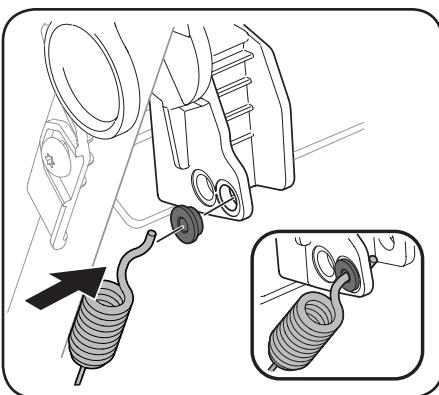

Figure 4-5
- Remplacez le coussinet dans le trou inférieur. Rattachez le câble en le passant à travers le coussinet et le trou inférieur de la poignée. Voir Figure 4-5.